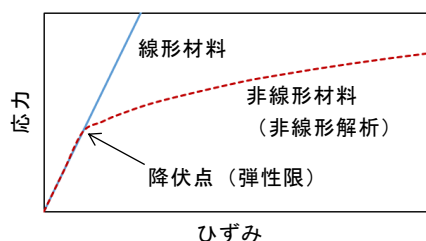

図1 線形材料と非線形材料の違い
①【材料非線形】図1に一例を示すように、応力とひずみの関係が比例しない場合を取り扱う解析手法です。線形材料では材料が降伏しない前提で縦弾性係数の傾きにしたがって応力が上昇しますが、非線形材料では、弾性限を超えて塑性変形が生じる金属材料や、大変形により剛性が変化するゴム材料(超弾性)などの挙動を表現できるようになります。